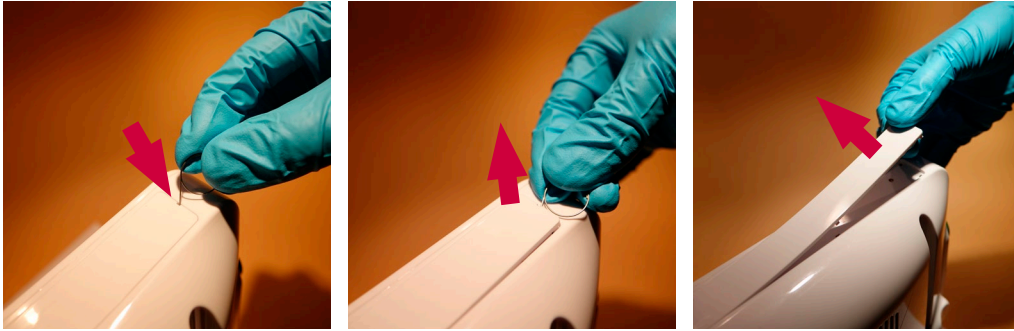

图 4 拆除铭牌
- 拆除显示器顶部和底部带有 Ambu 徽标的铭牌(图 4)